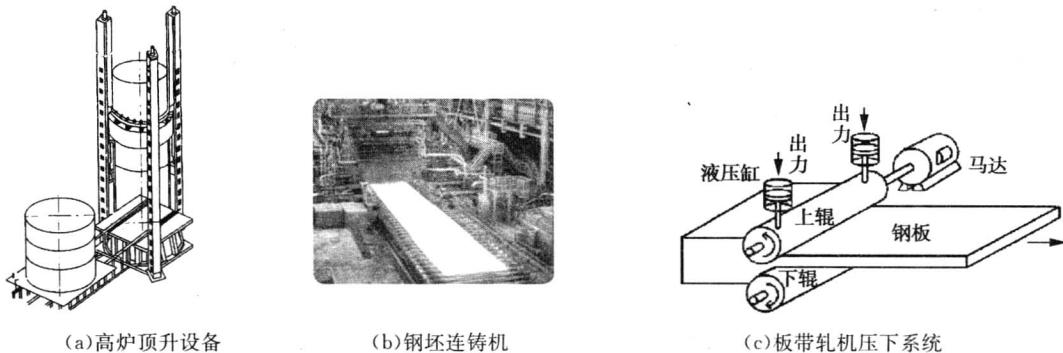

图 1-6
(6) 用于矿山冶金(图 1-6)。如高炉炉顶设备、钢坯连铸机、板带轧机压下系统、快锻机、铜铝材挤压机、各种压力机等, 力大无比, 玩铁如玩泥, 且传递大功率数液体积最小。